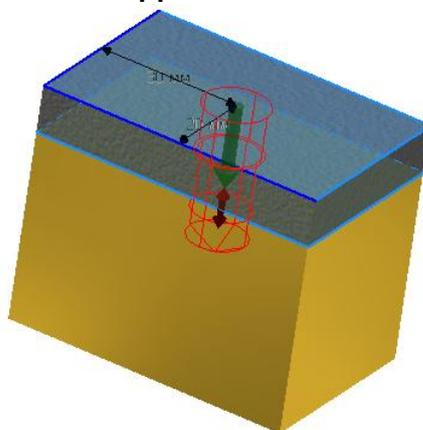

Рис. 89. Нижняя грань пластины
6. Укажите ограничение – нижнюю грань прикрепляемой пластины (рис. 89).